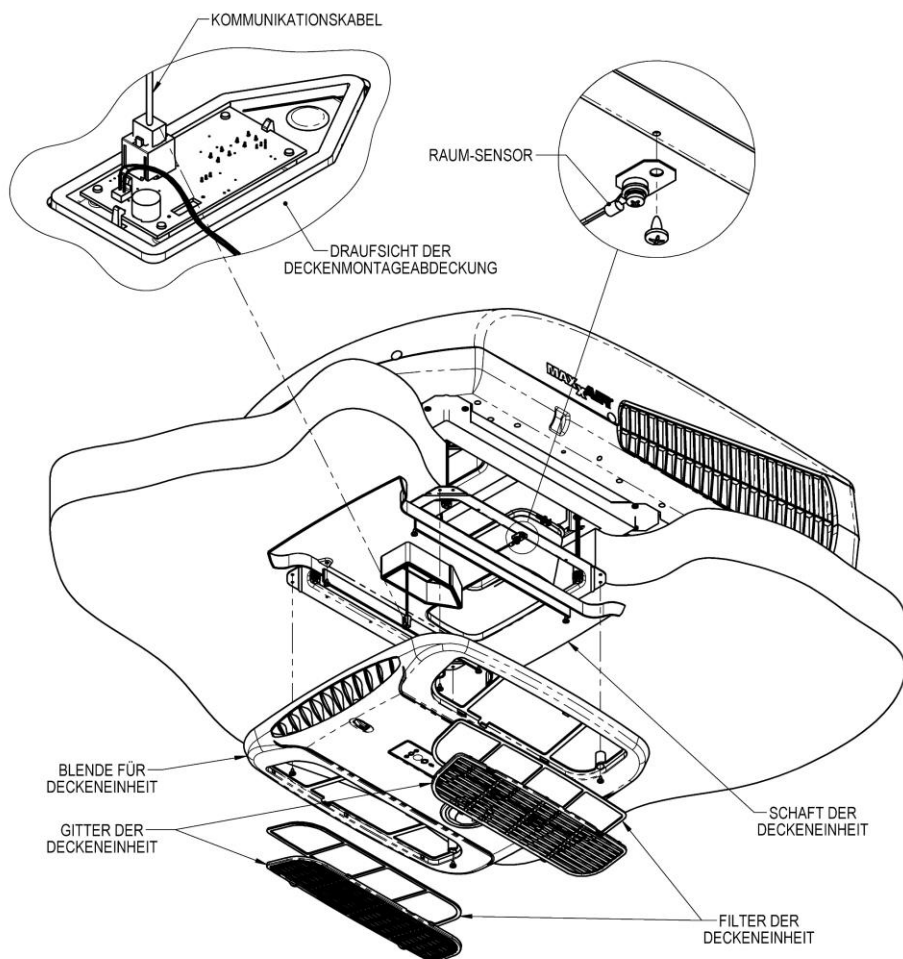

ABBILDUNG 5
Siehe Abb. 5
- D. Vorsichtig die Schutzfolie von dem stark haftenden Doppelklebeband ablösen. Den Gewebekanal gleichmäßig rund um die Öffnung festdrücken, sodass der Gewebekanal am Kunststoffkanal haftet. Überstehende Ränder des Gewebekanal vorsichtig abschneiden (ein Rasiermesser ist für diesen Zweck sehr gut geeignet). E. Heben Sie die Abdeckung in der Nähe des Montagerahmens an. Schließen Sie das Kommunikationskabel von der oberen Einheit an die Buchse an der Deckenblende an, wie im vergrößerten Bereich von Abb. 5 dargestellt.